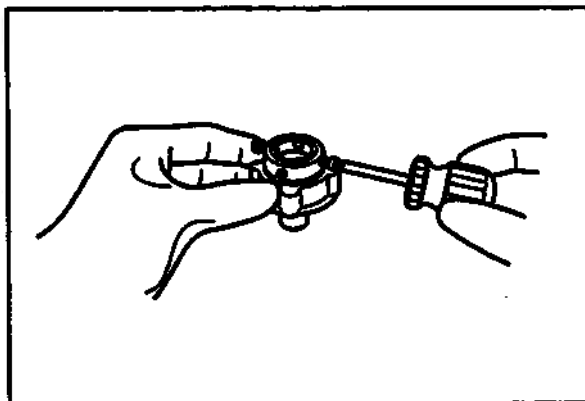

Рис. 3.4
3. Используя крестообразную отвёртку, отверните четыре винта на вилочной части разъёма против часовой стрелки для увеличения зазора между противостоящими винтами. Обязательно прекращайте вращение винтов до их отделения от вилочной части разъёма шланга для подачи воды (см. рис. 3.4).